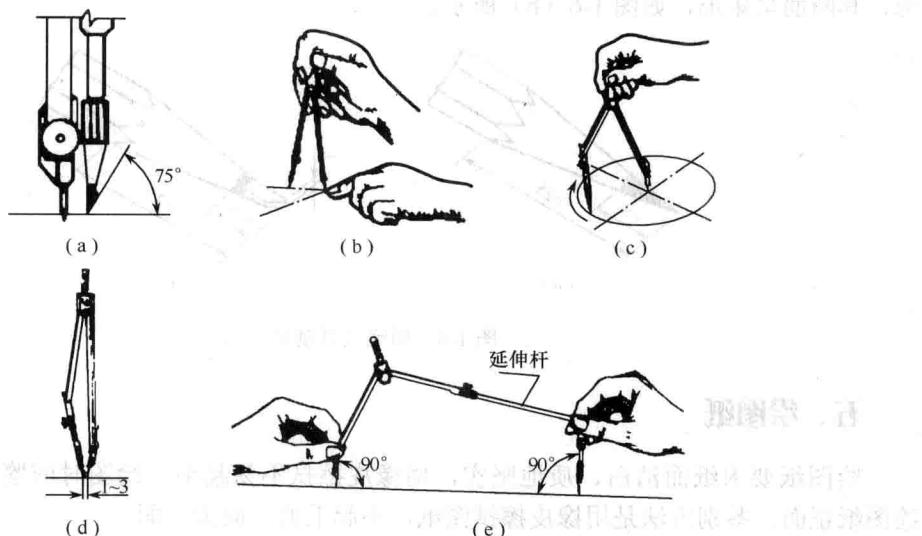

图 1-4 圆规及其使用
- (1) 先调整好针尖和铅心插腿的长度，使针尖略长于铅芯，如图 1-4 (a) 所示。
- (2) 选取好半径，以右手握住圆规头部，左手食指协助将针尖对准圆心，如图 1-4 (b) 所示。
- (3) 匀速顺时针转动圆规绘制圆或圆弧，如图 1-4 (c) 所示。
- (4) 如果所绘制的圆较小，可将插腿及钢针向内倾斜，如图 1-4 (d) 所示。
- (5) 如果所绘制的圆较大，可加装延伸杆，钢针和铅心插腿与图纸的夹角呈 90° ，如图 1-4 (e) 所示。